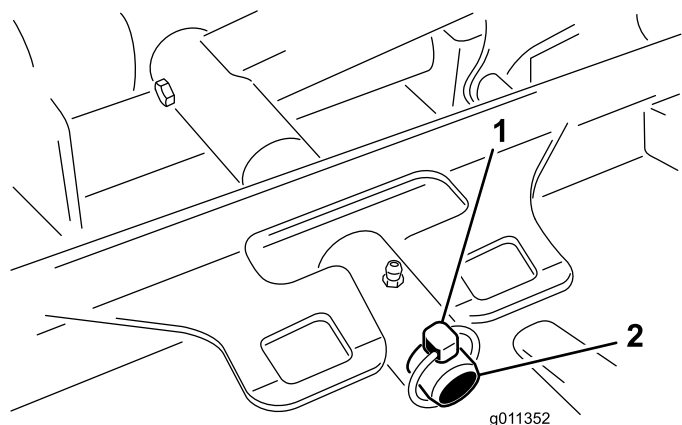

Рисунок 72
3. Снимите штифт с кольцом (на машинах Groundsmaster 4500) или стопорную гайку (на машинах Groundsmaster 4700), с помощью которых несущая рама деки крепится к оси поворота подъемного рычага (Рисунок 72).
2. Наденьте несущую раму деки на шкворень подъемного рычага (Рисунок 72). Закрепите деку на оси с помощью штифта с кольцом (на машинах Groundsmaster 4500) или стопорной гайки (на машинах Groundsmaster 4700).